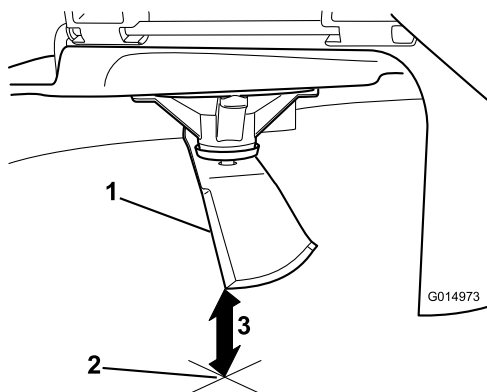

Figure 61
3. Mesurez la distance entre la pointe de la lame et la surface plane (Figure 61).